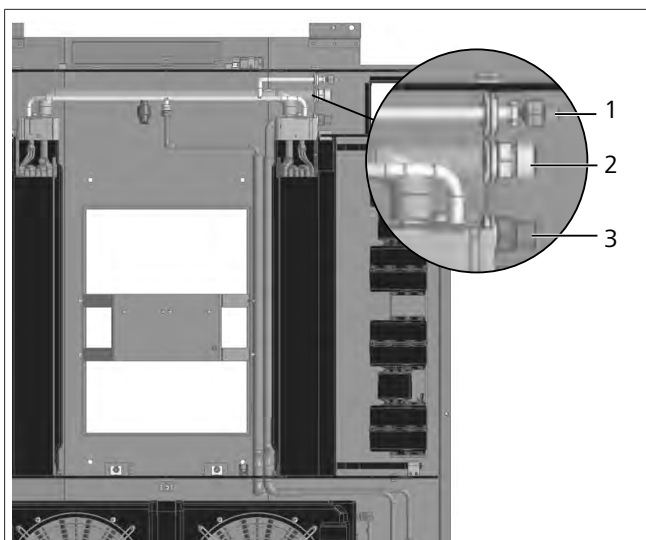

Fig. 19 Collegare del kit Front-box
1. Installare un tubo di refrigerazione ad alta pressione attraverso l'apertura nel telaio A/C. Vedere Fig. 19.